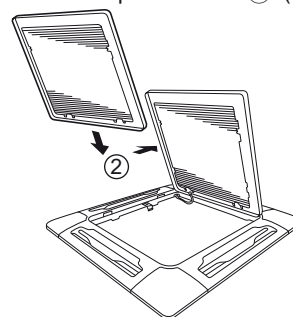

Fig. 7-5
- c) Con la rejilla de entrada de aire abierta, extraiga la bisagra de la rejilla del panel del techo deslizando en el sentido mostrado por la flecha ②. (Fig. 7-5)